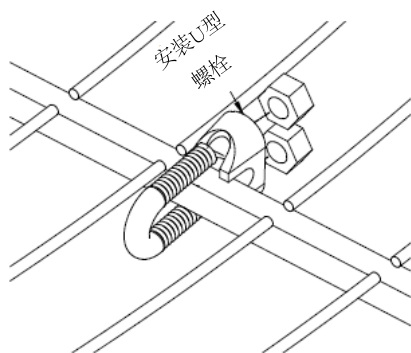
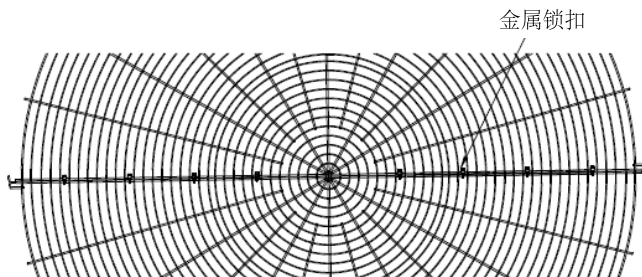

图9 - 金属锁扣的布置
图10 - 金属锁扣连接点的间距
1. 将两块半圆的通风机网罩放在地上，用金属锁扣将它们连接起来（见图9）。对于3.6米宽机组，每一边网罩上应有4个金属锁扣。这4个金属锁扣的位置应将网罩的半径均分（见图10）。